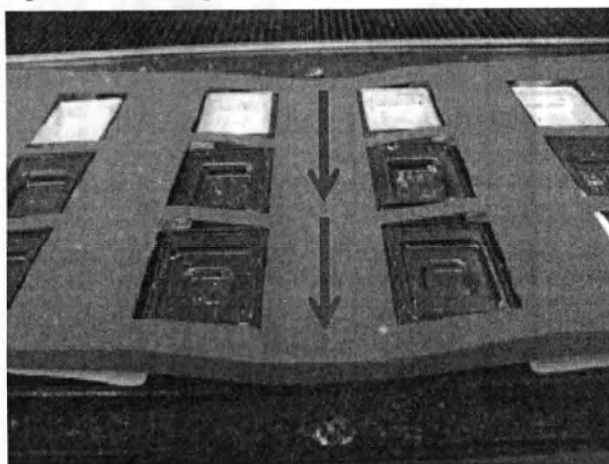

Рисунок 500
6. После совмещения прямоугольных отверстий базовой формы с брызговиком, приклейте среднюю область с помощью снятой прокладочной бумаги к крышке базовой формы, сохраняя выравнивание (рис. 500).